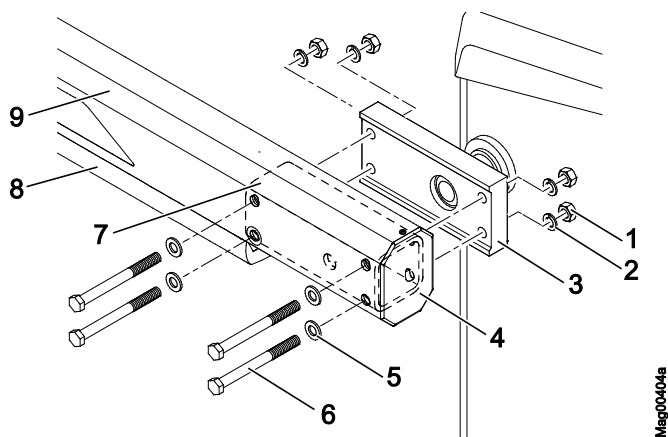

Рис. 36: Демонтаж стрелы шламбаума
19. При монтаже стрелы шламбаума при горизонтальном положении фланца должны быть задействованы 2 работника. → См. стр. 88, Рис. 36.